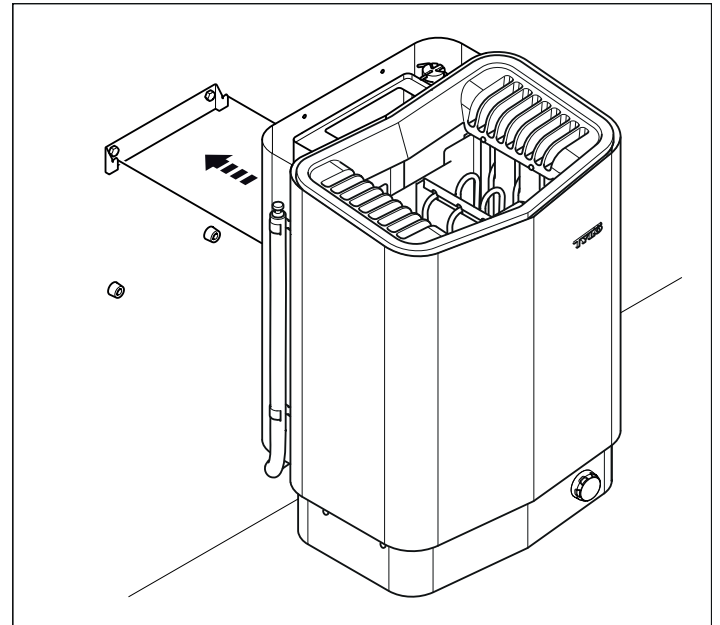

Figure 11 : Suspendez le poêle.
- Accrochez l'appareil sur le support (voir figure 11).